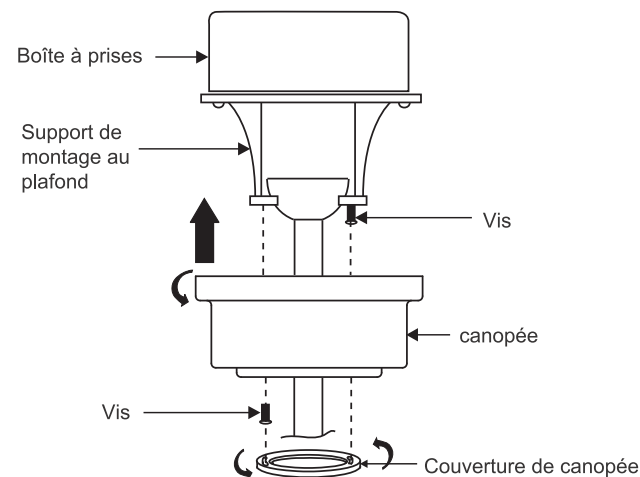

Fig. 15
Étape 2. Faites glisser le cache jusqu'au support de montage et placez l'une des principales fentes de trou au-dessus de la vis de montage sur le support de montage. Tournez le cache jusqu'à ce que la tête de la vis soit verrouillée en place à la section étroite du trou de serrure (**Fig. 15**).
REMARQUE : Régler les vis du canopée jusqu'à ce que le canopée et le couvercle du canopée soient ajustés correctement (**Fig. 15**).